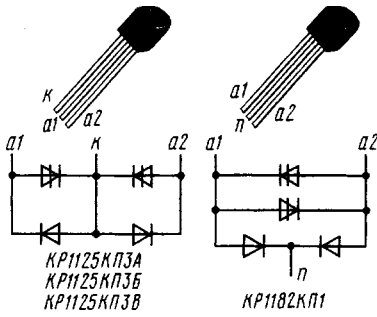
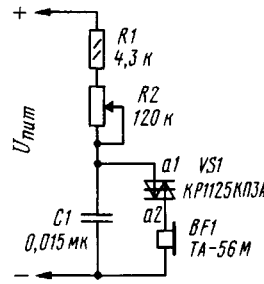
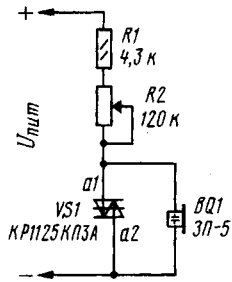

рис. 3
рис. 4
рис. 5
**Звуковые сигнализаторы на диодах** описаны в статье **С.Бирюкова** ("Радио", 8/2000, стр.59-60). Используются микросхемные аналоги диносторов КР1125КП3 и КР1182КП1 (**рис.3**). Сигнализатор с телефонным капсюлем (**рис.4**) представляет собой релаксационный генератор. В исходном состоянии конденсатор
С1 разряжен. При подаче питающего напряжения 12...30 В он начинает заряжаться через резисторы R1 и R2. Как только напряжение на нем достигнет напряжения переключения динистора, последний открывается и конденсатор разряжается через динистор и телефонный капсюль. После разряда конденсатора ток через динистор становится меньше тока удержания. Динистор отключается, и процесс повторяется. Напряжение на конденсаторе при заряде близко к пилообразному, при разряде резко падает. При указанных на рис.4 номиналах частоту генерируемого сигнала можно регулировать в пределах от 1000 до 2500 Гц. Большей громкостью обладают сигнализаторы с пьезоизлучателями, например, ЗП-5 (рис.5). В этом варианте конденсатор не нужен, его роль выполняет пьезоизлучатель, емкость которого составляет 10...30 тыс.пФ. В этой схеме за счет обратного пьезоэффекта возможны различные звуковые эффекты.